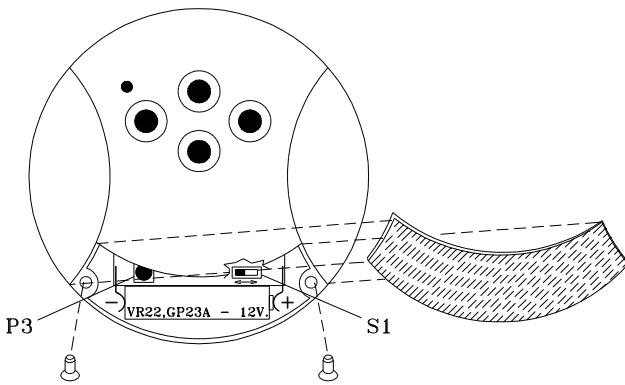

Abb. 2
Anmerkung: sollten die Tasten des Senders nicht mit der Bewegungsrichtung des Behangs übereinstimmen, muss der Dipschalter S1, siehe Abb. 2, umgeschaltet werden.
- 1- Den Deckel des Senders öffnen wie auf Abb. 2